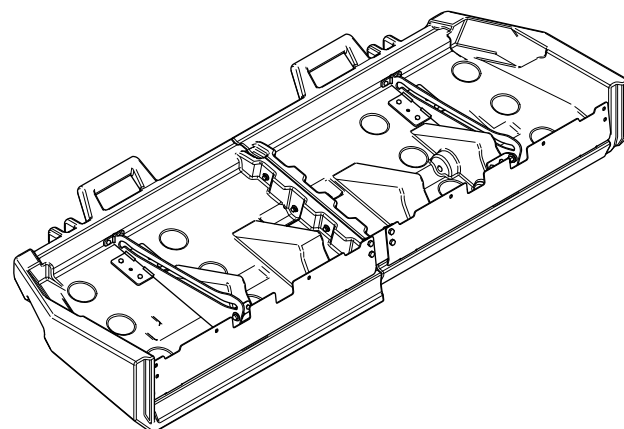

**Figure 8**
10. Fixez les protections ensemble à l'aide de 4 boulons ( $\frac{3}{8}$  x 1 po), 4 rondelles et 4 écrous, comme montré à la Figure 7 ou la Figure 8.